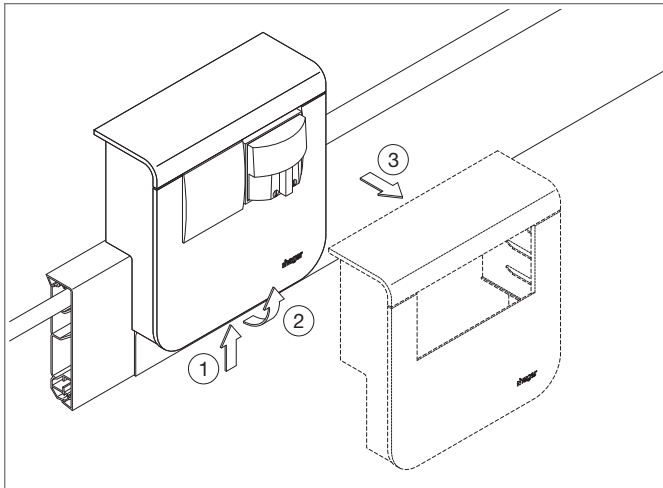

Abbildung 10
- 1. Entriegeln** (Abb. 10)
- 2. Oberteil abheben** (Abb. 10)